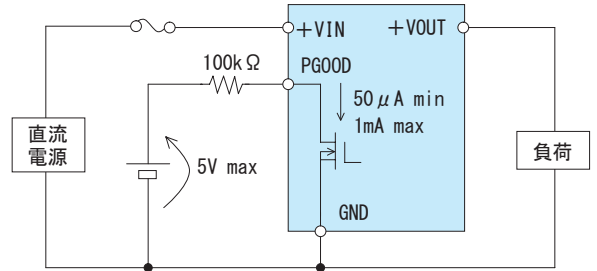

図3.8 PGOOD端子外付け回路例
■PGOOD端子はオープンドレイン出力です。この機能を使用する場合には図3.8のような接続をしてください。また、PGOOD端子の最低ソース電流 $50\mu A$ が流れた場合に、端子電圧が十分に低くなる抵抗を接続ください。